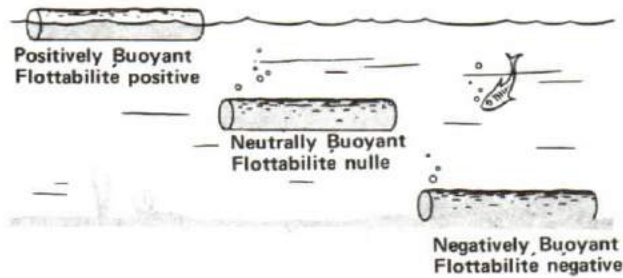

Figure 6-19
1. The submarine is a very specialized type of ship. Its operation is based upon the principle of neutral buoyancy. You have seen a water-logged piece of wood lying submerged in a lake or the sea, and you know that at one time this piece of wood floated. At some time while it was absorbing water, this piece of wood must have reached a stage where it was too light to actually sink and too heavy to float. At that stage it would have lingered somewhere between the surface and the bottom and it would have been neutrally buoyant; that is, it had neither positive (or plus) buoyancy to make it float, nor negative (or minus) buoyancy to make it sink. See Figure 6-19. The degree of buoyancy in a submarine is known as trim and obtaining the correct buoyancy is called catching a trim.
1. Le sous-marin est un genre de bâtiment très spécialisé. Il fonctionne selon le principe de la flottabilité nulle. Vous avez déjà vu un morceau de bois complètement imprégné d'eau, reposant au fond d'un lac ou d'un cours d'eau. Vous savez qu'à un moment précis cette pièce de bois flottait. Absorbant l'eau, le morceau de bois a dû, à un moment donné, se trouver dans un état où il était encore trop léger pour couler complètement, mais aussi trop lourd pour rester à flot. Dans cet état, il aurait pu rester entre deux eaux, quelque part entre la surface et le fond, et on aurait alors dit qu'il était d'une flottabilité nulle; en d'autres termes, il ne possédait alors ni flottabilité positive qui l'aurait gardé à la surface, ni flottabilité négative qui l'aurait amené au fond (voir la figure 6-19). Le degré de flottabilité d'un sous-marin s'appelle l'assiette et la manoeuvre qui permet d'atteindre cet état, donner de l'assiette.